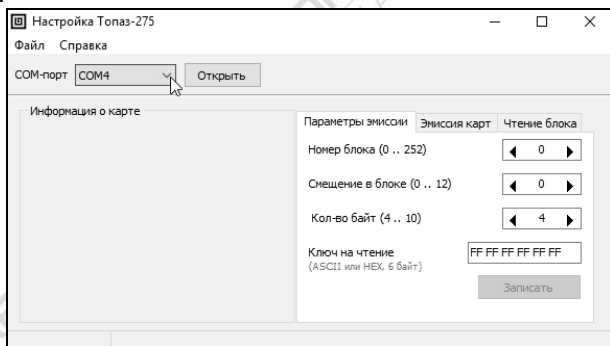

Рисунок 1
6.2 Для настройки служебных параметров устройства и выпуска карт используется программа "Настройка 275" (далее – программа), актуальная версия программы доступна на сайте www.topazelectro.ru. Необходимо подключить устройство к ПК и запустить программу (Nastr27502.exe). В окне программы в поле "COM-порт" из выпадающего списка виртуальных COM-портов необходимо выбрать номер порта, к которому подключено устройство, и нажать кнопку "Открыть" (рисунок 1).